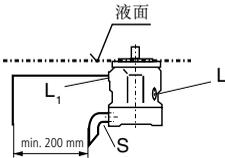

图 1
- 当油箱的最低液面和泵的安装法兰面同高或更高时，将“L”口堵死而将“L₁”和“S”打开；推荐“L₁”和“S”口如图1接上管道。